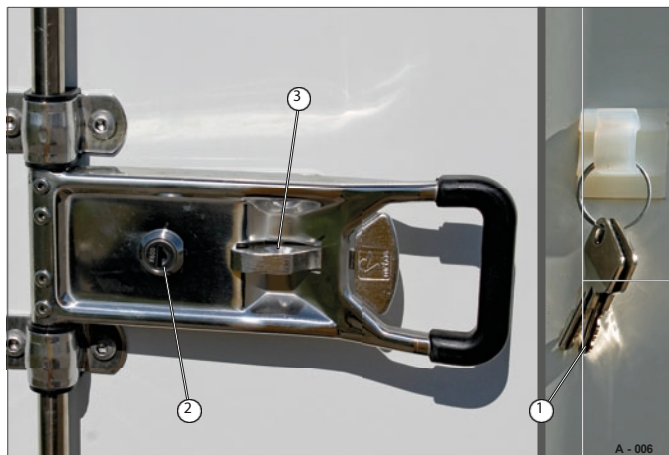

Fig. 6 Espagnolettlås (låst)
De medföljande knapparna (Fig. 6/1) är placerade på baksidan av huset.
Alternativt kan spanjolettlåset låsas med ett hänglås i perforeringen (Fig. 6/3) för att förhindra obehörig öppning.
- Lås upp låscylindern (Fig. 6/2) med hjälp av nyckeln.
Låskrokarna (Fig. 6/1) utgår upptill och nedtill från låsbultarna (Fig. 6/2).